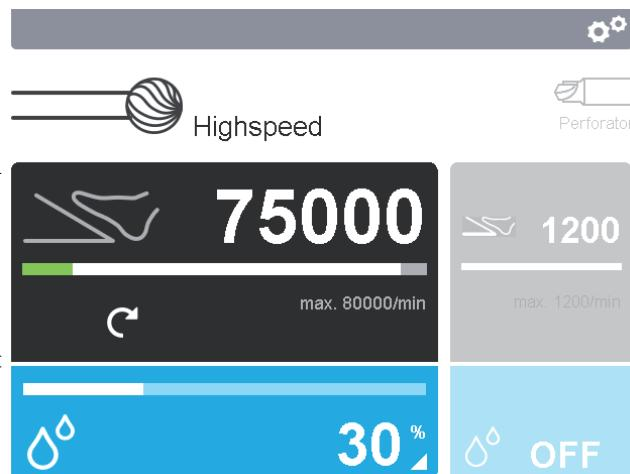

Fig. 5 Attivazione campi di comando
- ▶ Modificare i parametri di impostazione del motore/manipolo: Attivare il campo di comando del motore/manipolo b sul display 2, vedere Fig. 5.